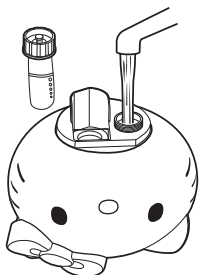

Рис. 4
- Наполняйте резервуар по мере расходования воды (рис. 4). Не забывайте 1 раз в неделю проводить процедуры по очистке прибора.